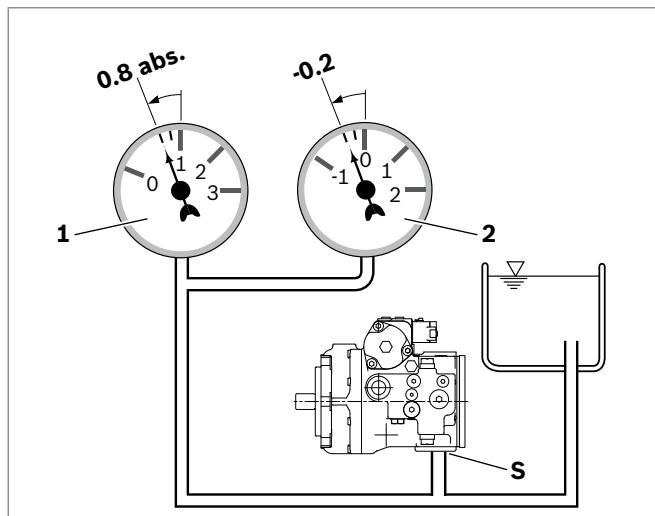

Fig. 7: Pressione di aspirazione
- ▶ Accertarsi che, in tutte le posizioni di montaggio e durante l'esercizio, per la pompa a pistoni assiali sia disponibile una pressione di aspirazione minima pari a 0.8 bar assoluti sull'attacco **S**: (in caso di avvio a freddo 0.5 bar assoluti), vedere Fig. 7. Per ulteriori valori, vedere la scheda tecnica.